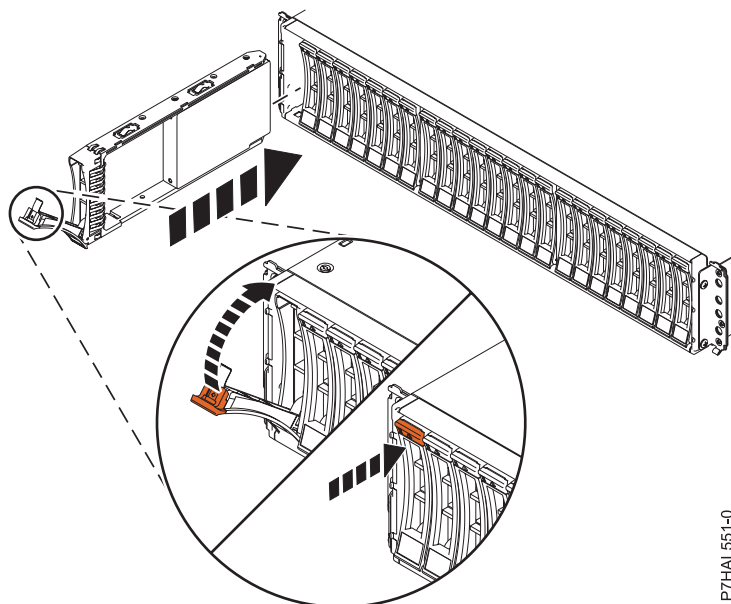

Figura 2. Instal·lació de la unitat de disc a Allotjament de la unitat de disc 5887
1. Amb la nansa en posició desbloquejada, tal com es mostra a Figura 2 a la pàgina 10, aguanteu la part inferior de la unitat mentre l'alineeu amb les guies a la unitat d'expansió.